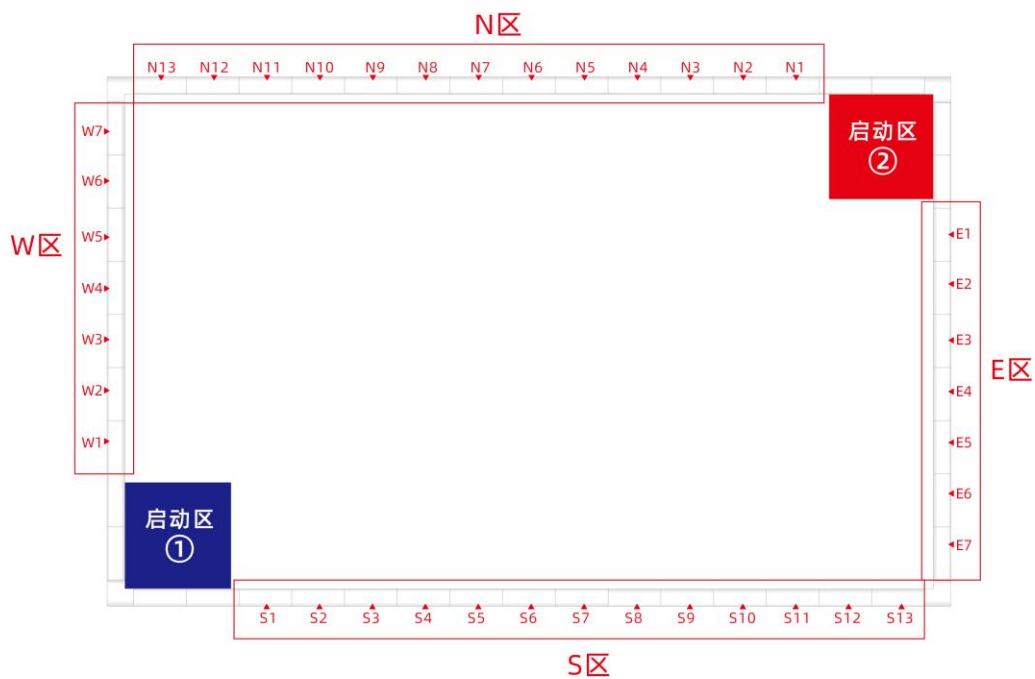

图 11 赛台围栏分区及编号
- (1) 分拣流水线所用的模型不进行抽签。
- (2) 围栏东、南、西、北四边可利用的每段挡板按顺序编号，如图 11所示。
- (3) 可使用抽签卡，并按表格顺序抽签。
- (4) 模型类型及位置由抽签决定，由裁判确定其安装方向。
- (5) 若模型位置不合适，可重新抽取。